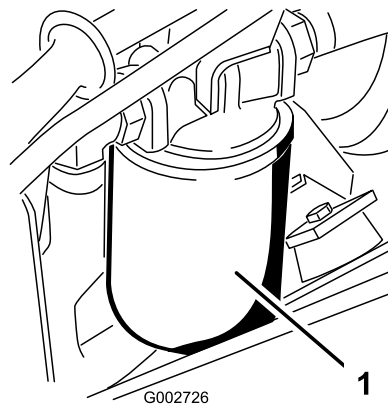

Bild 41
3. Stellen Sie eine Auffangwanne unter den Hydraulikfilter, der sich links an der Maschine befindet (Bild 41).